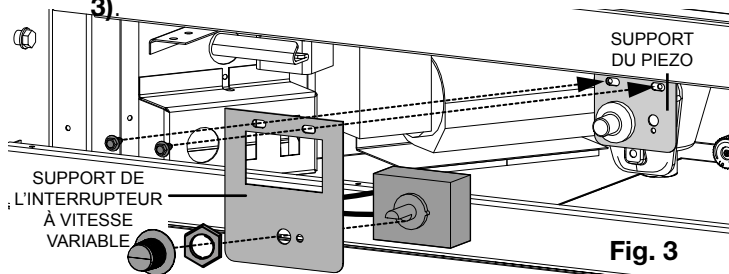

Fig. 3
- L'interrupteur à vitesse variable (IVV) doivent être démonté pour fixer aux support IVV pour l'installation. Placez l'IVV entre le support puis fixer utilisant le rondelle de blocage. Prenez le bouton de l'interrupteur et installez-le en position (**Fig. 3**).
- Pour installer l'IVV, le support de l'interrupteur à vitesse variable doivent être installés. Enlevez les deux vis du support du piezo, installez le support IVV, puis fixez en place utilisant les deux vis précédemment enlever (**Fig. 3**).